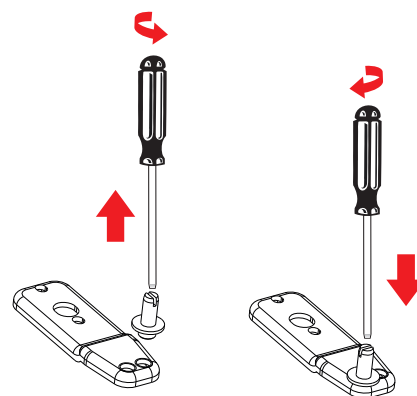

Fig. 16
- ▶ Fjern tappen for det nederste hængsel med en kærvskruetrækker, og drej tappen i igen i borehullet på den anden side (fig. 16).